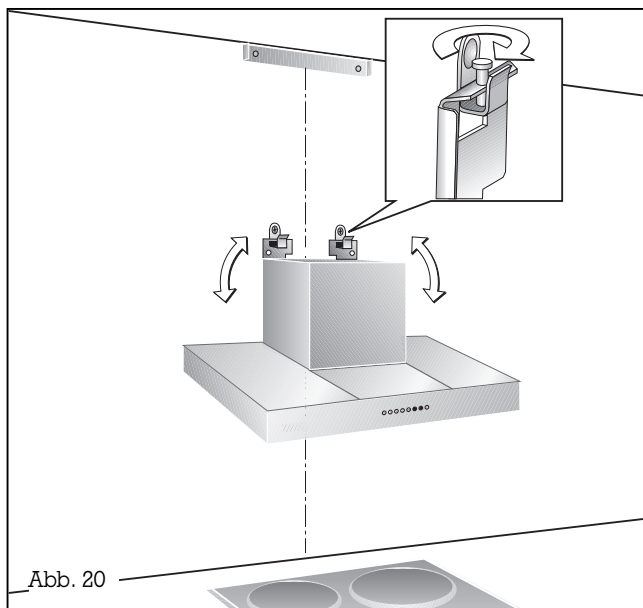

Abb. 20
- Hängen Sie die Haube an den beiden Haken auf. Justieren Sie die Aufhängung mit den Kreuzschlitzschrauben und richten Sie die Haube mit Hilfe einer Wasserwaage aus (Abb. 20).